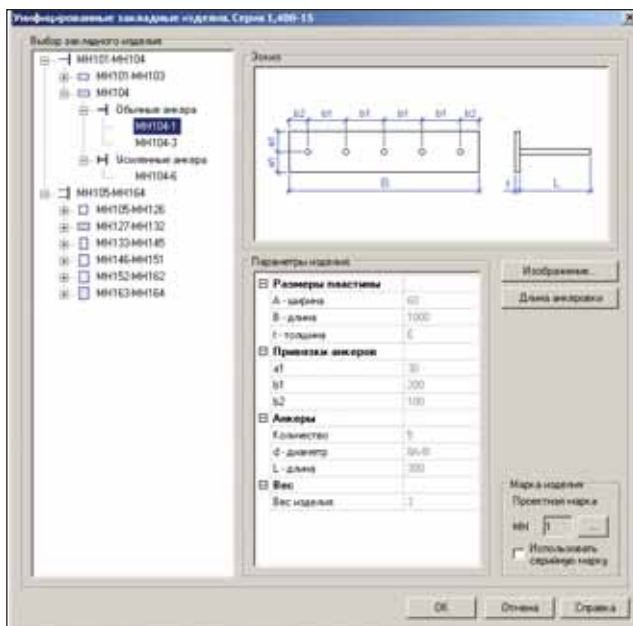

Рис. 22
- *Унифицированные закладные изделия* — использование в проекте унифицированных закладных изделий по Серии 1.400-15 (рис. 22);